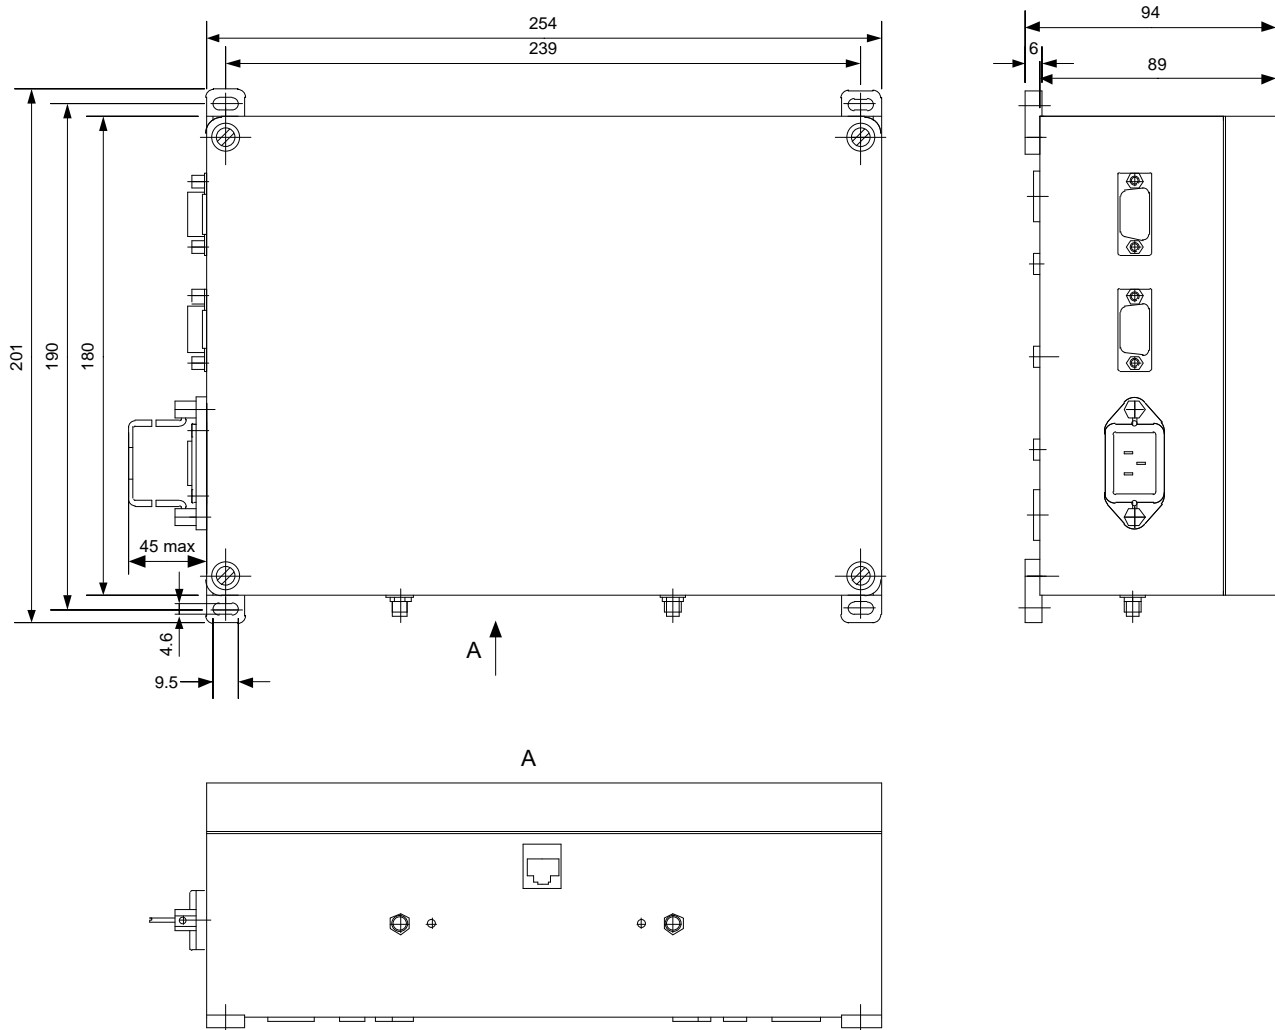

Рис. 4. Установочні та габаритні розміри КОНЦЕНТРАТОРА
8.2. Встановити та закріпити КОНЦЕНТРАТОР. Установочні та габаритні розміри КОНЦЕНТРАТОРА наведені на рис. 4.